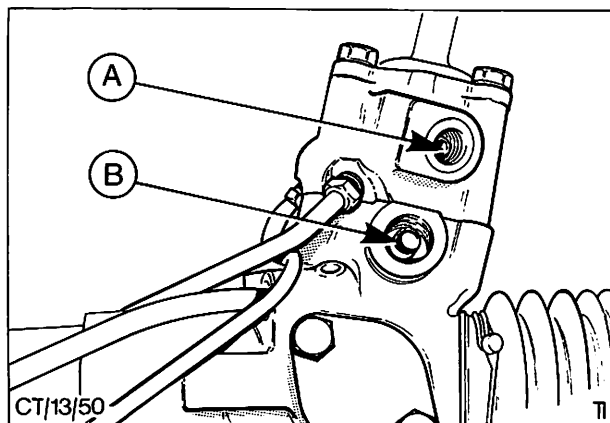

Abb. 16 Anordnung der Ölleitungen
3. Druckleitung und Rücklaufleitung vom Steuer-ventil lösen, Abb. 16, und Hydrauliköl ablassen.